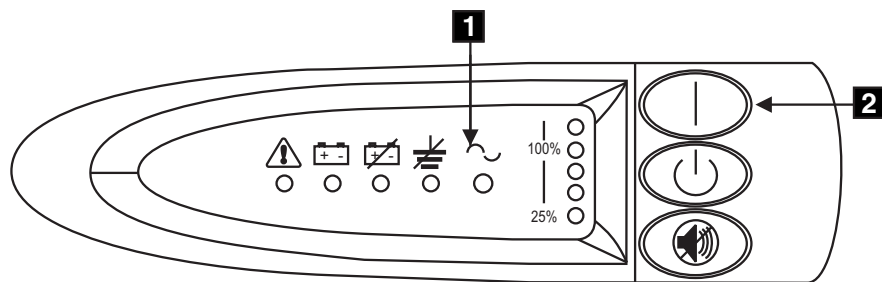

图 123. 不间断电源的电源开关和指示器
10. 当不间断电源运行自检时，所有的不间断电源前面板指示器（请参阅第 195 页的图 123）都会闪烁一小段时间。测试完成时，方式指示器（第 195 页的图 123 中的 **1**）闪烁，它表示不间断电源处于待机方式。
按住不间断电源的打开开关（第 195 页的图 123 中的 **2**）直到您听到不间断电源的蜂鸣声（大约一秒）。方式指示器停止闪烁并且负载级别指示器显示由不间断电源供电的负载百分比。不间断电源现在处于正常方式并且正在给它的电池充电。